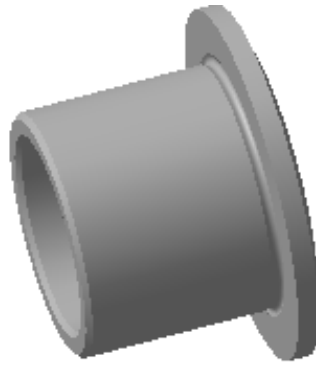

Рисунок 2.3 – Втулка з канавкою під шліфування
5. В дереві побудови деталі виберіть фронтальну поверхню і створіть новий ескіз. Встановіть контур за місцем і закінчите редагування ескізу. Виберіть команду **«Операція - Вирізати - Кінематично»**. В однойменному блоці параметрів під записом **«Перетин»** буде вказано ескіз канавки, необхідно показати курсором на кресленні - ребро, уздовж якого буде обертатися розтин, і підтвердити клавішею **«Створити»**, рис. 2.3.